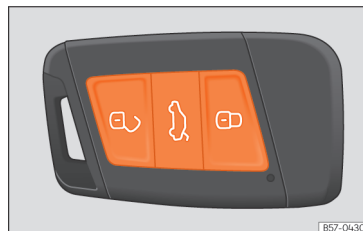

Fig. 50 Chave por comando à distância: teclas.
- Trancar: pressione o botão »» Fig. 50.